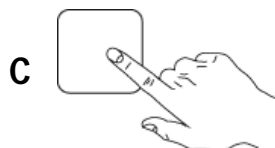

Abb. 16
- 5- Drücken Sie den KNOPF "C" - Waschzyklus starten. (Abb. 16)